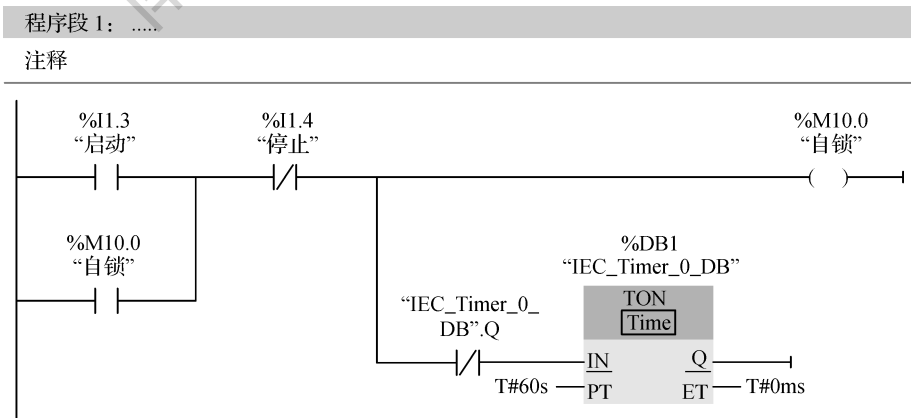

图 2-11 程序段 1
(1) 程序段 1:将地址 I1.3 分配给启动按钮,启动 60 s 的定时循环,I1.4 分配给停止按钮,如图 2-11 所示。